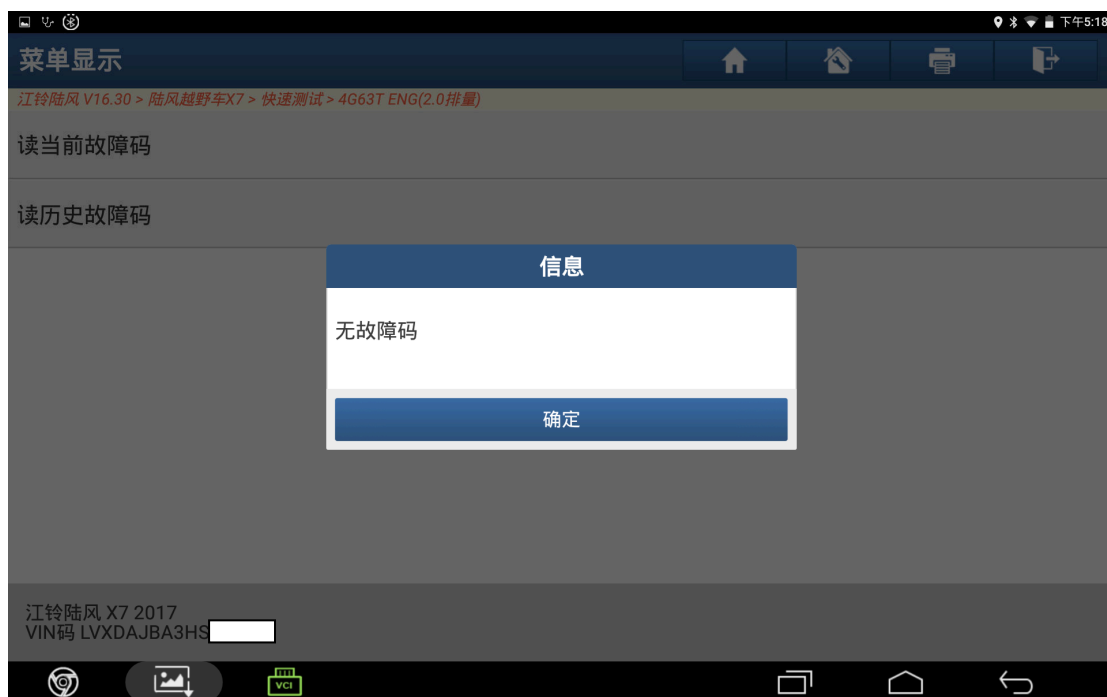

图 12
- 12). 按提示操作后重新读码显示“无故障码”,学习结束(如图 12);